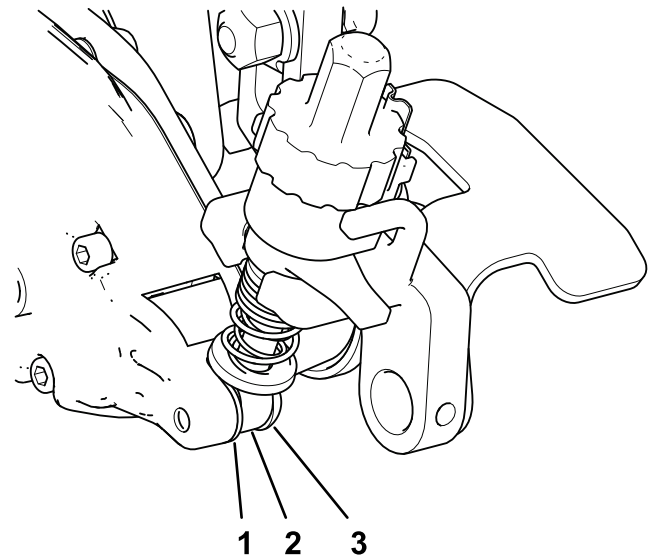

Figura 22
4. En el lado de la caja de la transmisión del groomer, coloque la varilla del brazo del regulador del soporte de altura de corte en el interior de la caja de transmisión del groomer y fijela con un perno de cuello largo y una arandela endurecida, tal y como se muestra en la Figura 22; apriete el perno de cuello largo a entre 16 y 22 N·m.